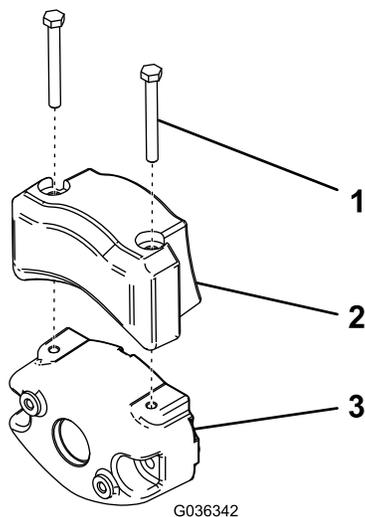

**Figura 49**
**Importante:** Quando occorre inclinare l'elemento di taglio, sostenete la parte posteriore dell'elemento per garantire che i dadi sulle viti di regolazione della barra di appoggio non poggino sul piano di lavoro (Figura 49).